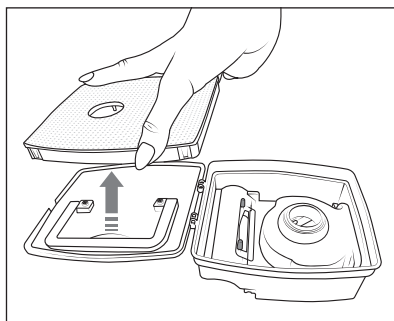

Fig. 9
- 4) Estrarre il filtro EPA **7** dal coperchio del contenitore della polvere **12**. (vedere fig. 9).